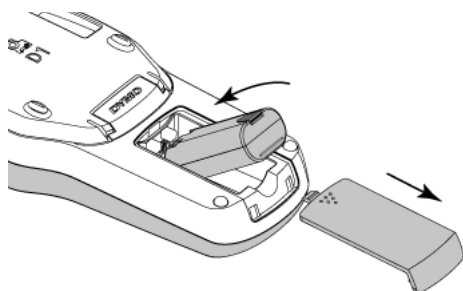

Figure 2
- 1 Retirez le couvercle du compartiment de la batterie de l'étiqueteuse en le faisant glisser. Voir la Figure 2.
- 2 Retirez le couvercle du compartiment de la batterie de l'étiqueteuse en le faisant glisser. Voir la Figure 2.